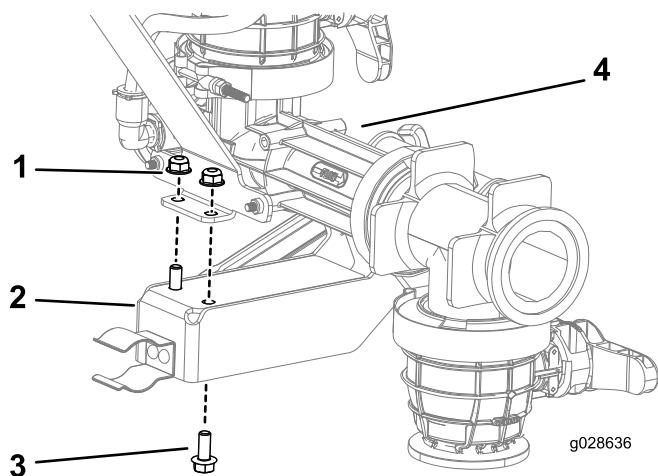

Bild 10
1. Befestigen Sie den Griff mit zwei Bundkopfschrauben und zwei Bundmutter am Ejektor (Bild 10).
3. Fluchten Sie die Löcher in der Ejektorbefestigungsplatte mit den geschlitzten Löchern in der Rückplatte der Waage (Bild 10) aus.